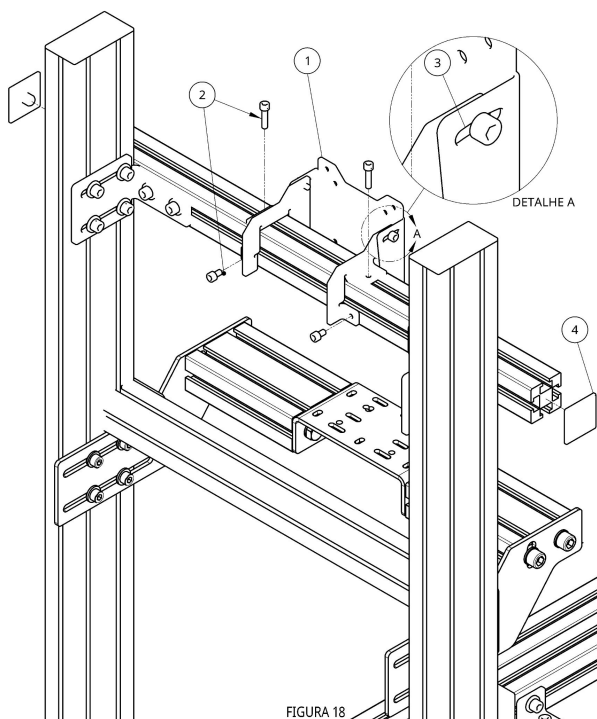

FIGURA 18
Monte os suportes dos monitores (1), seguindo as instruções da **Página 21, Figura 18**.